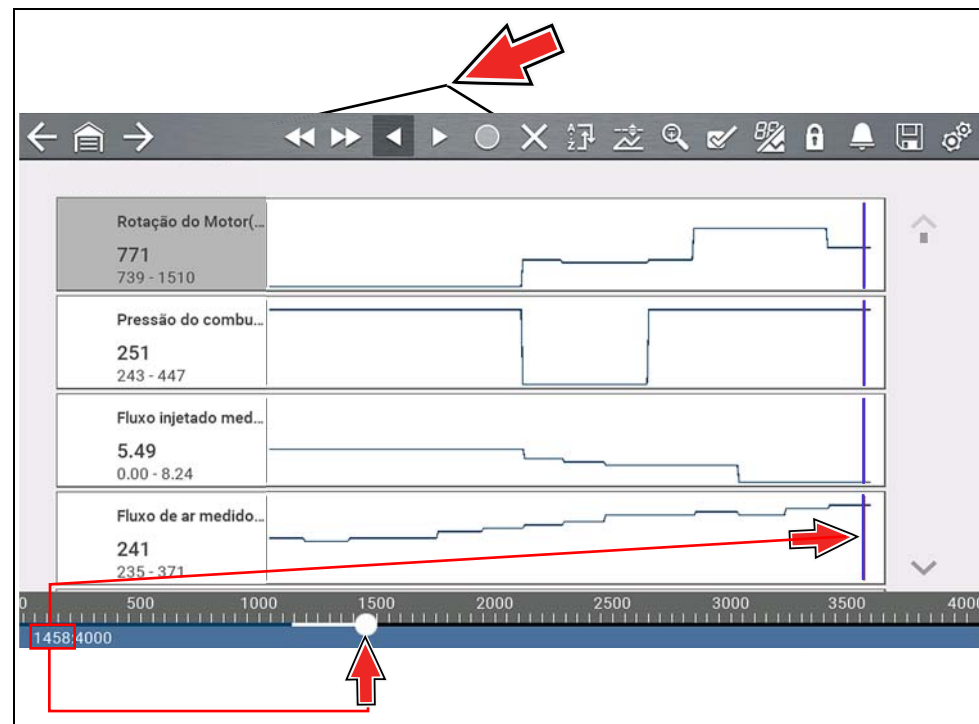

Figura 4-19
- Use os ícones de controle de visualização (*Figura 4-19*) para se movimentar pelos dados com precisão.
- O azul (cursor vertical) (*Figura 4-19*) indica sua posição nos dados e é indicado pelo valor da posição atual no mostrador do contador. Esse cursor é exibido em todos os PIDs.